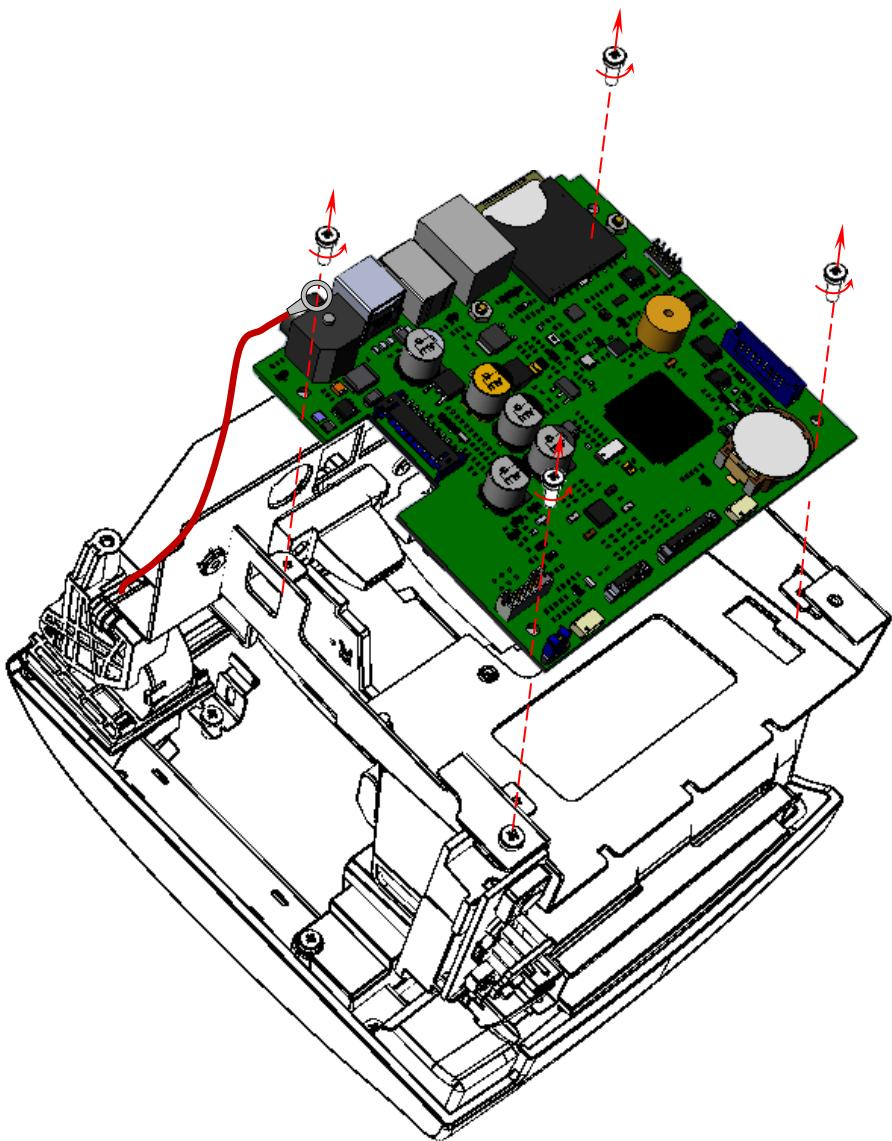

Рисунок 17. Отделение БУ от корпуса ККТ (кабели основных составляющих условно не показаны)
- 15** Вкрутить винты крепления, учитывая расположение кабеля заземления (см. рисунок 17).